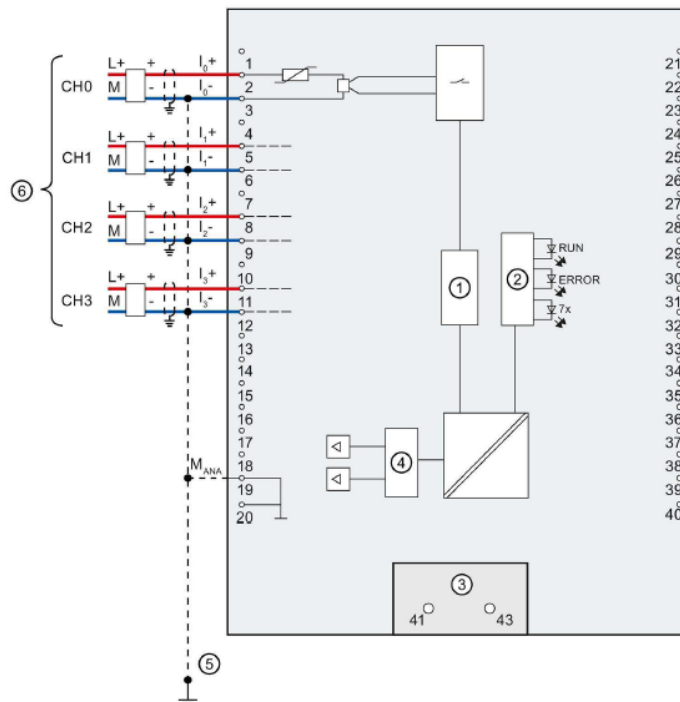

Figura 10 Diagrama general entradas de intensidad
12. Realizar la conexión que se encuentra en el canal0 en el PLC S7-1500 como se indica en la Figura 10.